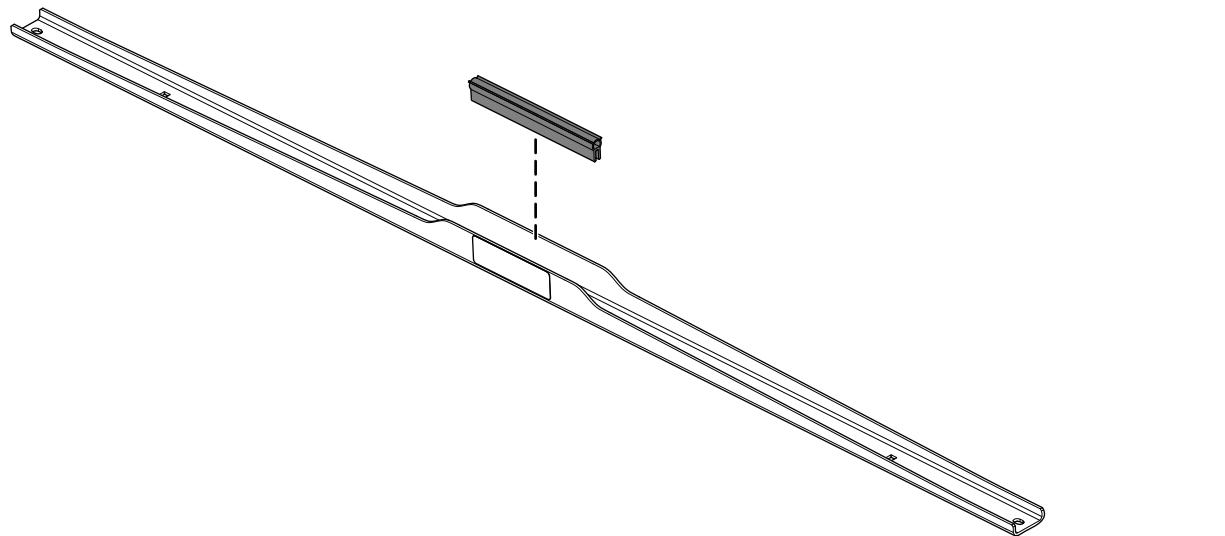

Figura 6
3. Instale la junta de estanqueidad en el tirante de la capota (Figura 6).